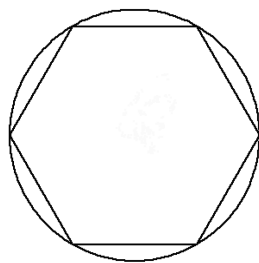

图 3-25 绘制圆和内接正六边形
2) 在【功能区】选项板中选择【常用】选项卡, 在【绘图】面板中单击【正多边形】按钮, 绘制以圆的圆心为中心点, 且内接于该圆的正六边形, 如图 3-25 所示。